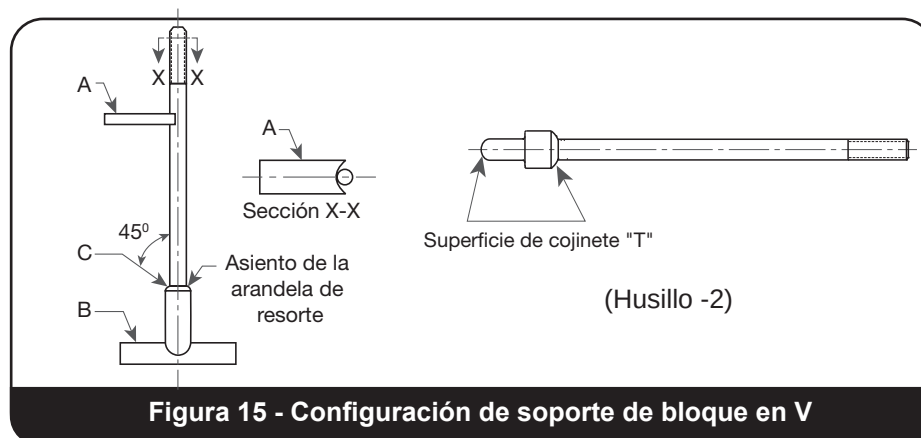

Figura 15 - Configuración de soporte de bloque en V
- Los husillos con punta de bola deberían colocarse en una pieza de material "B" que haya sido empotrada para permitir la rotación libre del husillo (ver Figura 15 en la página 31).
3. El vástago está doblado (ver Figura 15 en la página 31).